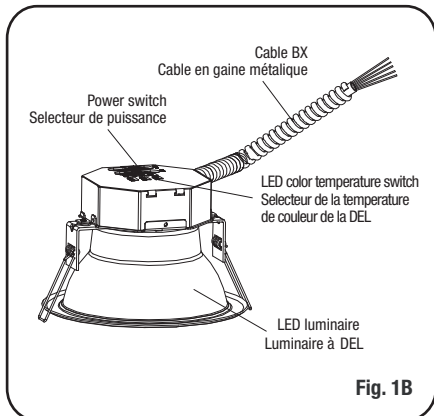

Fig. 1B
1. Select the appropriate power and LED color temperature of luminaire by using the two switches on the top of the driver box (Fig. 1B).
1. Sélectionner la puissance et la température de couleur DEL appropriées pour le luminaire à l'aide des deux sélecteurs situés sur le dessus de la boîte du contrôleur de DEL (Fig. 1B).